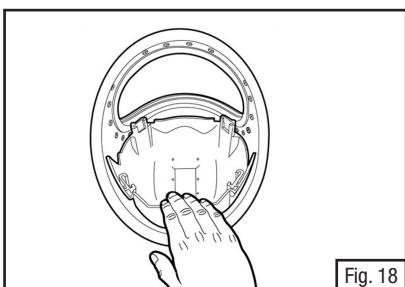

Fig. 18
1. Mettre l'avant de la calotte intérieure dans le casque et la placer correctement (Fig. 18).